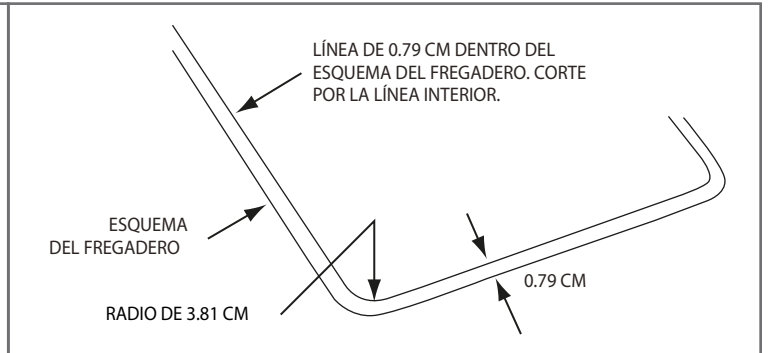

Figura 2.
2. Trace la línea de la abertura real 0,79 cm más adentro del borde delineado del fregadero, bordeándolo por completo. (Figura 2)
3. Corte dentro de esta línea. Si el fregadero viene con espacio para grifo, instale el grifo en el fregadero y apriétalo. (Figura 2)